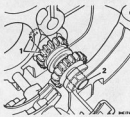

Abb. F.17
34. Rücklaufwelle und -rad abheben, Abb. F.17.
- Rücklaufstift mit Rücklaufwinkelhebelbohrpfosten in Eingriff bringen und Welle montieren, Abb. F.17.